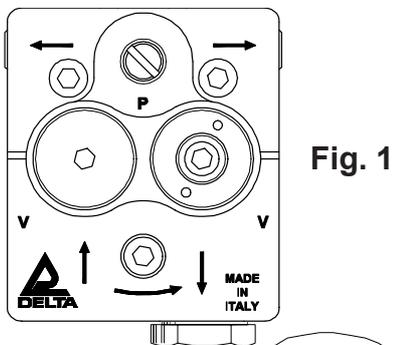

Fig. 1
- Entfernen Sie den 1/4" Stopfen vom Rücklaufanschluß mit einem 19 mm Gabelschlüssel (Fig. 1).
- Setzen Sie in den Rücklauf den 1/4" Stopfen und ziehen Sie ihn fest (Fig. 1).